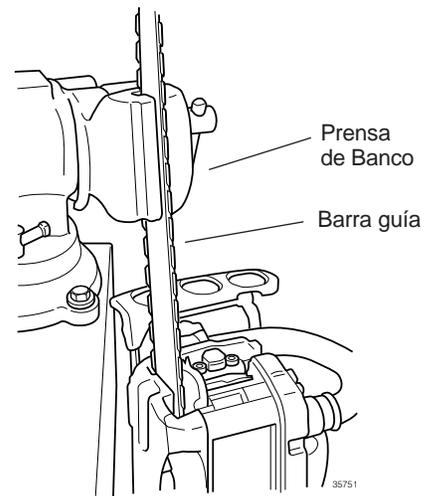

Figura 13.12 Acceso al carburador
Para acceso más fácil durante el servicio del carburador 357 instalar la barra guía y colgar la motosierra verticalmente con una prensa como se muestra (figura 13.12)
- Para mejor manipulación durante la instalación del carburador, instalar la barra guía y colgar la motosierra como se mostró previamente en la Figura 13.12 de esta Sección.